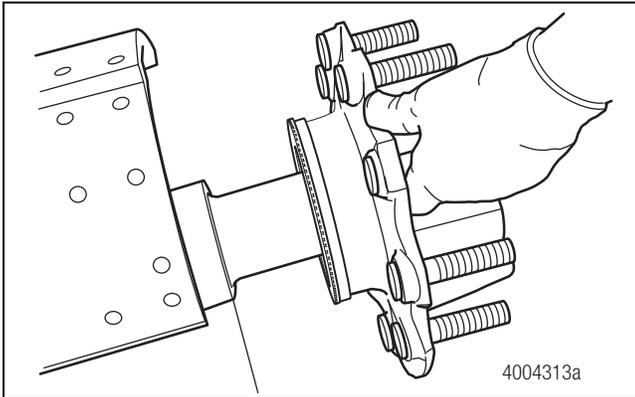

Figura 4.41
- Alinee cuidadosamente la maza con la espiga del eje y deslice la maza en forma recta sobre la espiga del eje teniendo cuidado de no dañar el sello secundario. Figura 4.41.